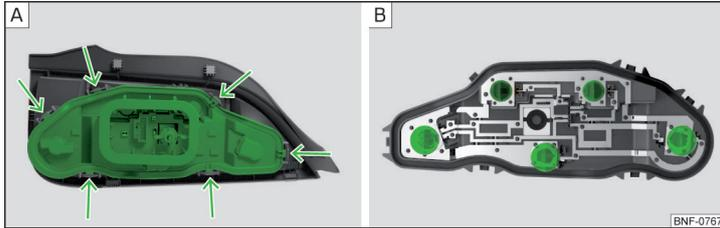

Abb. 149 Innerer Teil der Leuchte
- Die Verriegelungslaschen am Lampenhalter drücken » Abb. 149 - **A** und den Halter aus der Leuchte herausnehmen.
- Die jeweilige Glühlampe bis zum Anschlag **entgegen dem** Uhrzeigersinn drehen und aus dem Halter herausnehmen » Abb. 149 - **B**.